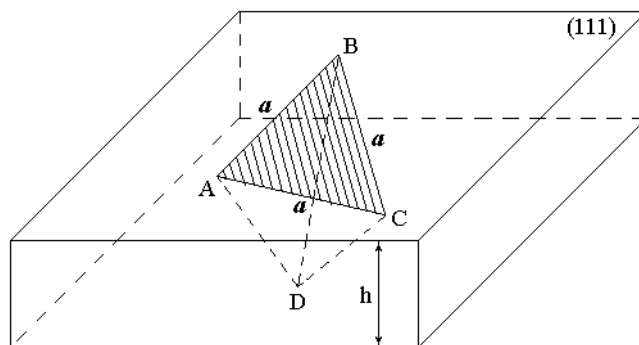

Рисунок 26 – Геометрия дефекта упаковки в приповерхностном слое эпитаксиальной пленки с кристаллографической ориентацией (111)
7. Приповерхностный слой эпитаксиальной пленки, ориентированной вдоль кристаллографической плоскости (111), содержит дефекты упаковки в виде тетраэдров с основанием в плоскости пленки (рис. 26). Измеренное электронным микроскопом значение стороны основания тетраэдра составляет $a = 0,01$ мкм. Определить, на какую глубину h необходимо произвести травление?